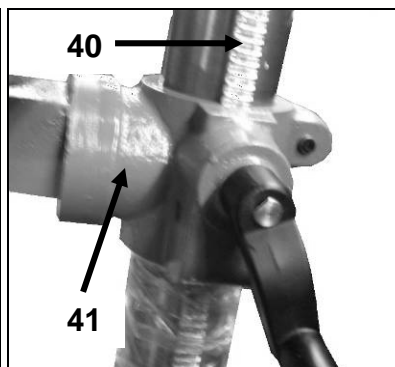
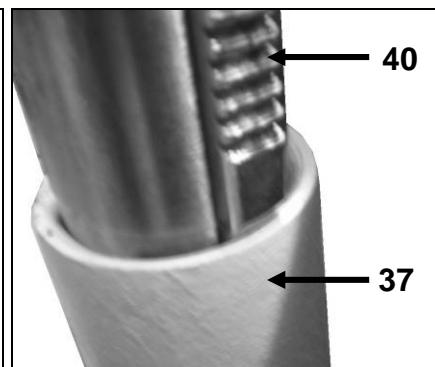

Fig 9
Fig 10
- Insérez la crémaillère (40) dans le support de table (41), faites coulisser l'ensemble sur la colonne (Fig 9), puis insérez le plat inférieur de la crémaillère dans le support de colonne (37) (Fig 10).